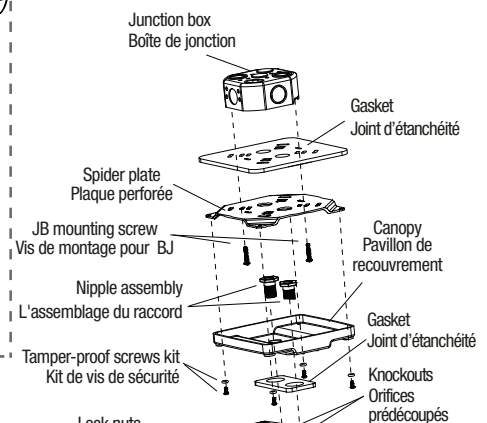

Fig. 1
- 4.a For wall mount installation only (Fig.1), break through appropriate knockouts into the back housing. Paste properly the gasket on the back of the unit and route the proper wire through the central hole.
- 4.a Pour installation murale seulement (Fig. 1), défoncer les orifices prédécoupés appropriés dans le boîtier arrière. Coller correctement le joint d'étanchéité sur le côté arrière de l'unité et passer les fils électriques par l'orifice central.
6. For Wall, Ceiling and End mount installation only use the two screws to mount the back housing or the spider plate to the surface over the recessed junction box. Tighten the screws enough to compress the gasket to ensure a good sealed joint. (use screwdriver PH2X) (Fig.1, 2 & 3)
6. Pour installation murale, au plafond ou l'extrémité seulement, utiliser les deux vis (utiliser le tournevis PHx2) pour faire le montage du boîtier ou de la plaque perforée sur la boîte de jonction encastrée. Serrer les vis suffisamment pour comprimer le joint d'étanchéité pour assurer un joint scellé. (Fig.1, 2 et 3)